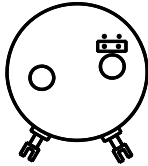

Abb.7: „130°-290° “
Der Meßbereich des ESM21ex wird werkseitig auf den Bereich (Abb. 7)I voreingestellt. Bei Abweichung vom dieser Voreinstellung bzw. bei Ersatzteillieferungen kann der Meßbereich verändert werden.
- Jumper unten quer für Meßbereich zwischen 130° und 290° (Abb.7)